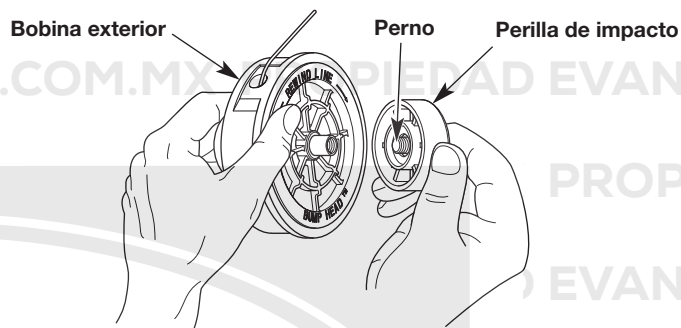

Fig. 15
1. Sostenga la bobina exterior con una mano y desenrosque la perilla de impacto en sentido contrario a las agujas del reloj (Fig. 15).